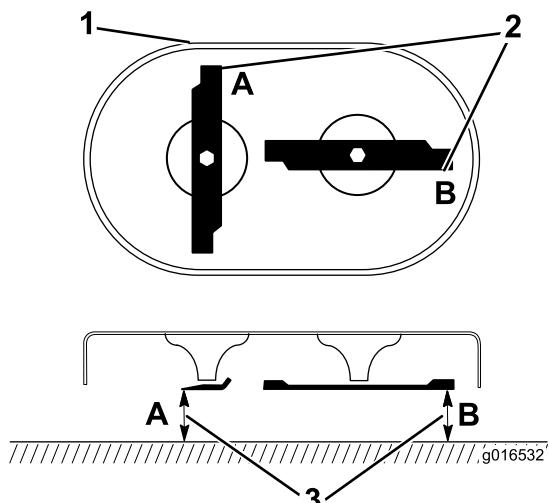

Figura 42
1. Ruotate le lame in modo che siano posizionate come mostrato in Figura 42.
2. Misurate ai punti **A** e **B** da una superficie piana fino ai taglienti (Figura 42) e registrate entrambe le dimensioni.